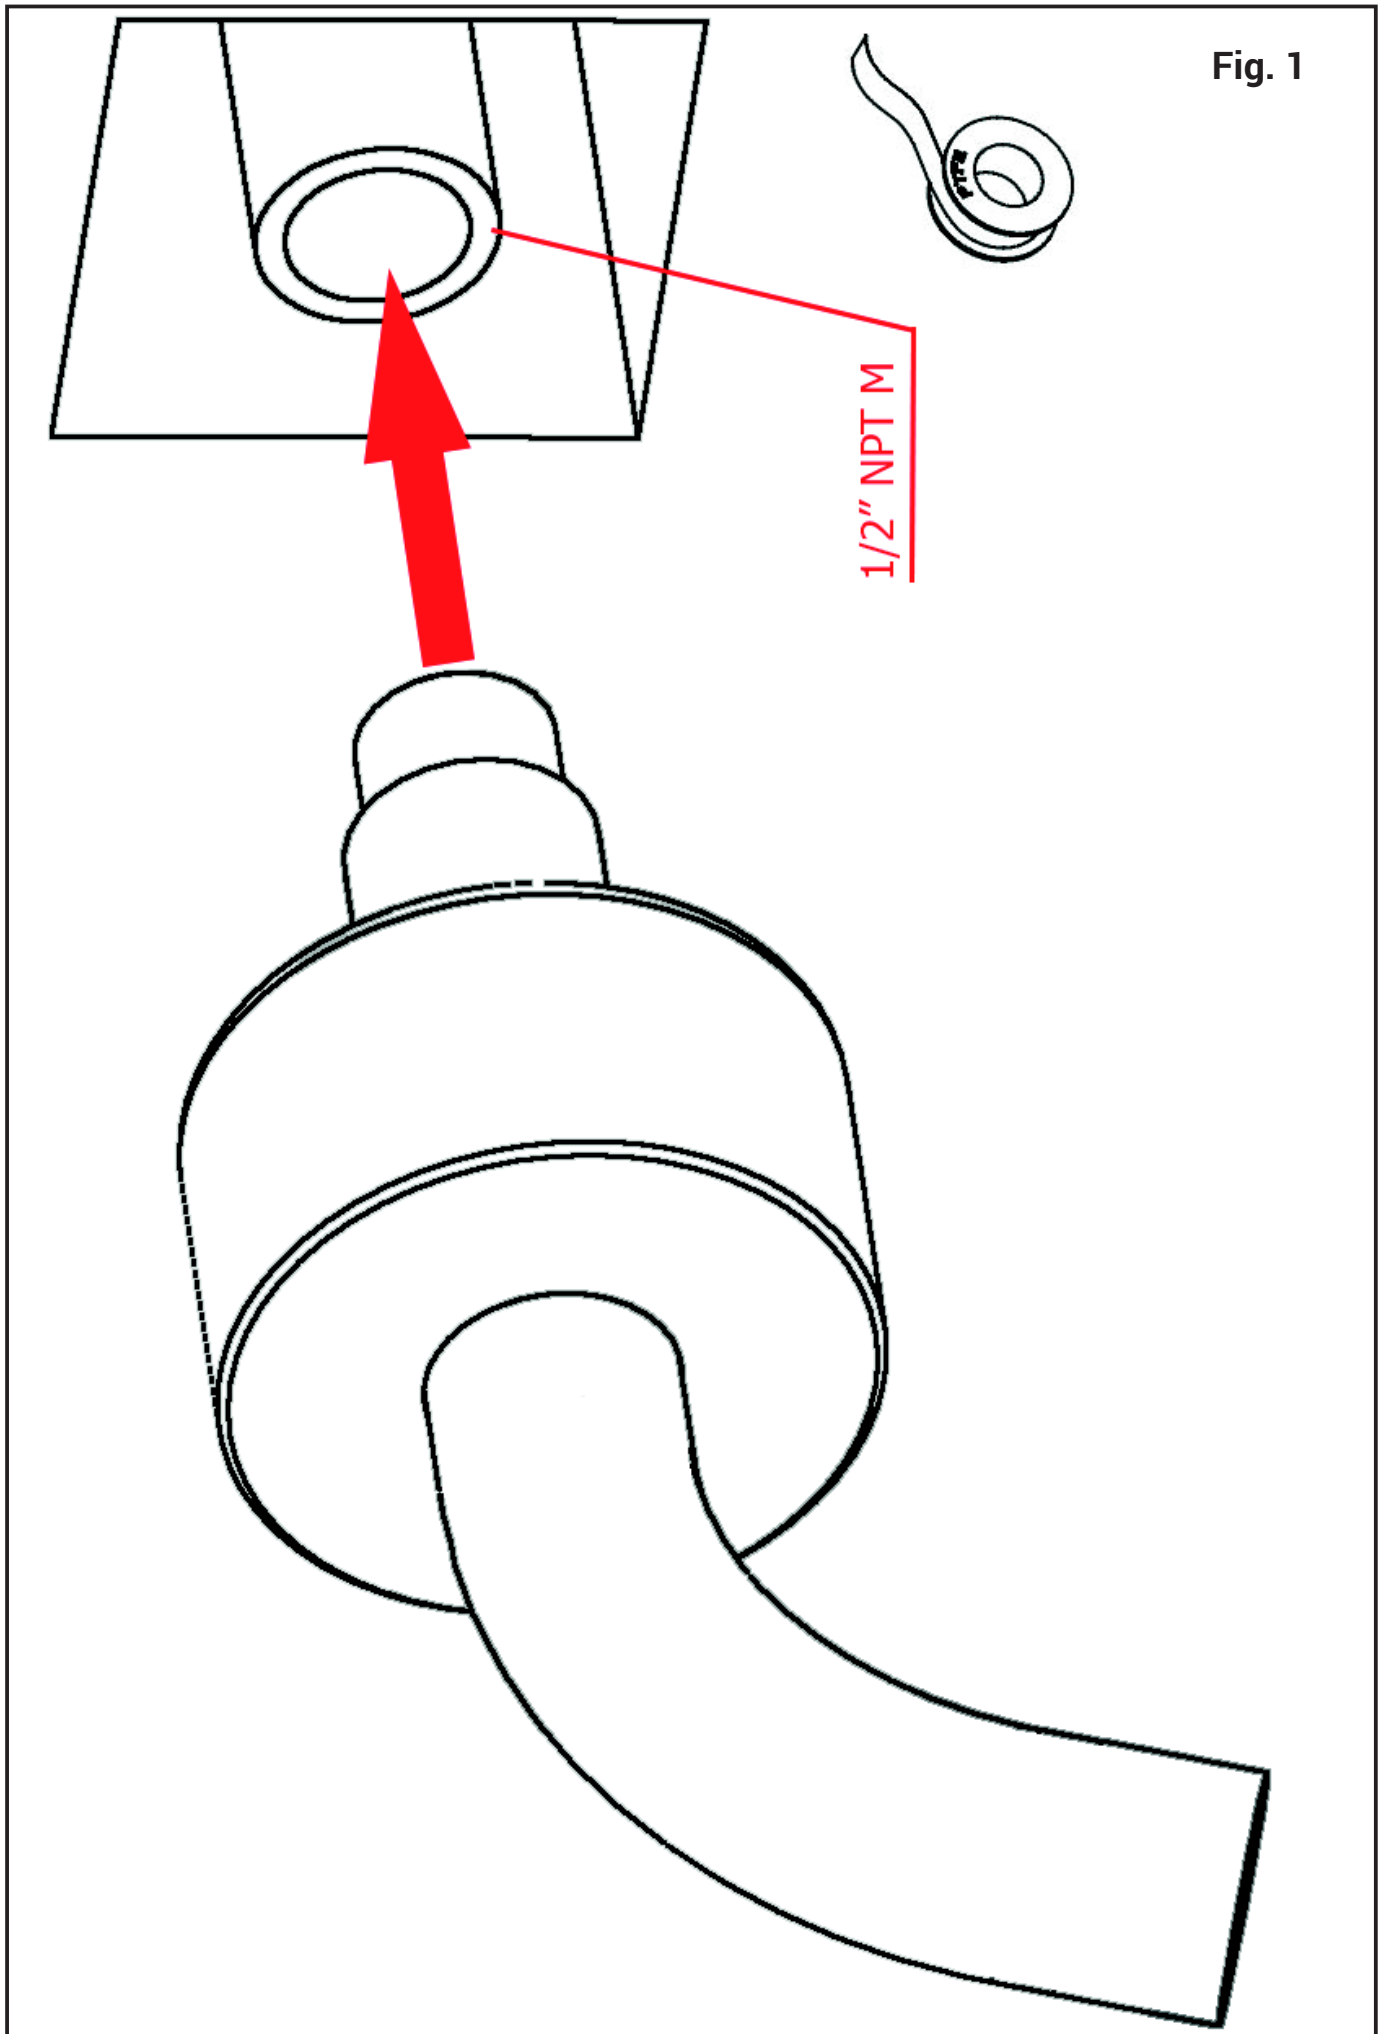

Fig. 1
**Fig. 1:** Visser le bec à l'alimentation en eau, en utilisant PTFE ou chanvre afin de s'assurer une bonne étanchéité, jusqu'à ce qu'il atteigne le correct emplacement.